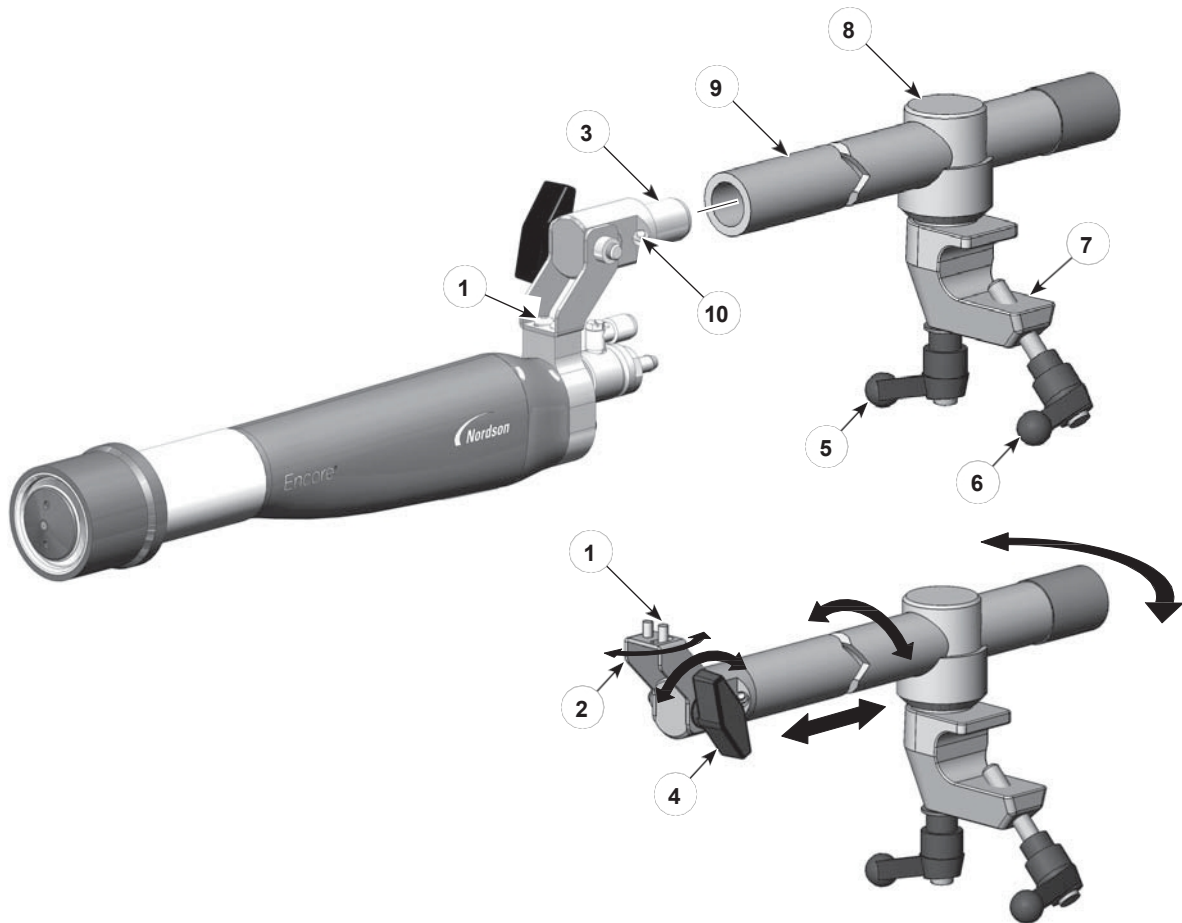
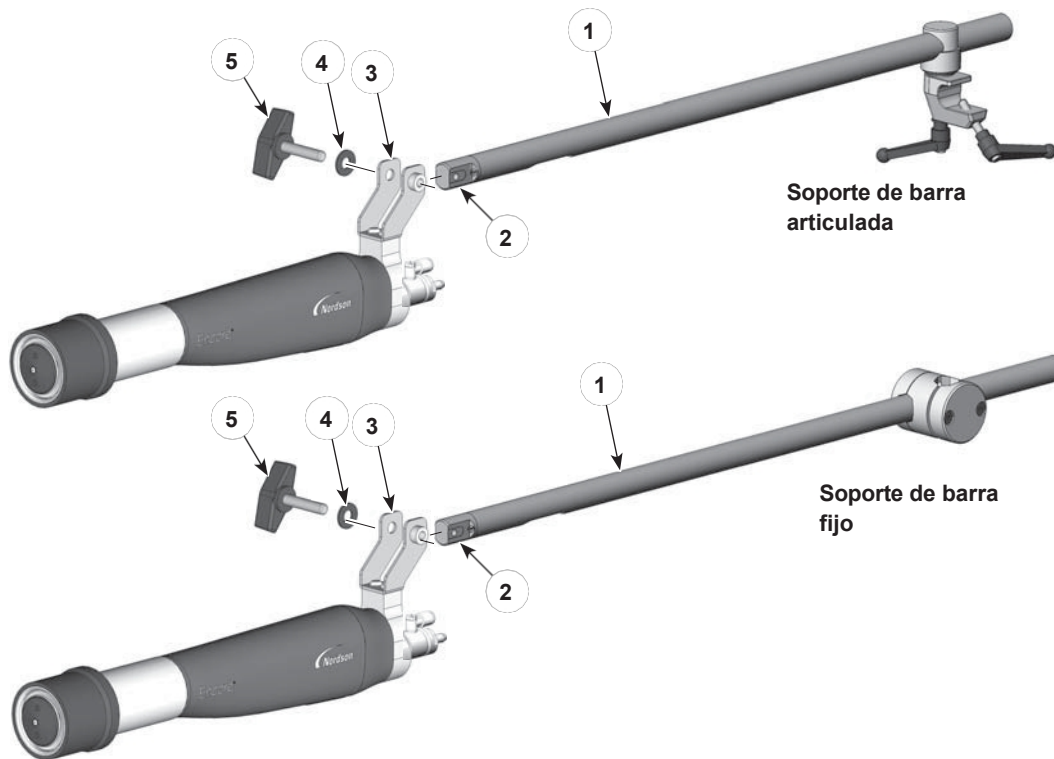
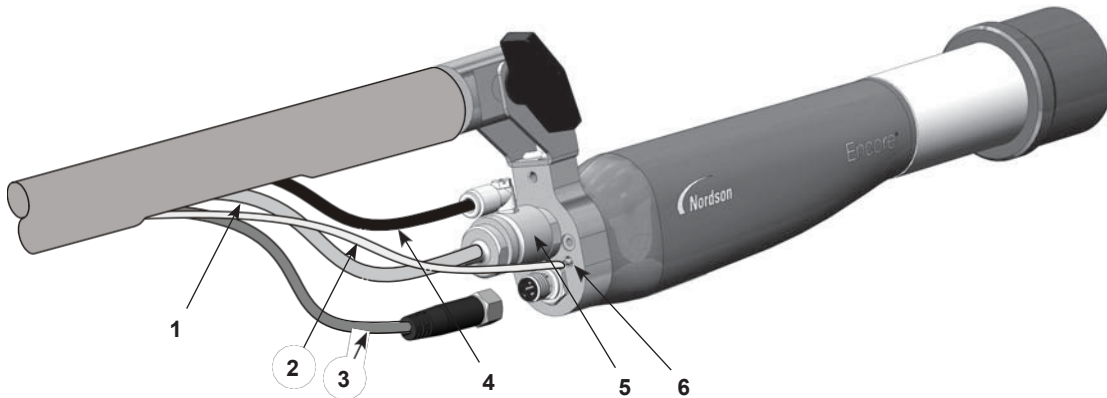

Figura 3-1 Montaje estándar de la pistola pulverizadora articulada con barra de montaje e
Figura 3-2 Kits opcionales de montaje de pistola pulverizadora en barra ()
Figura 3-3 Conexiones de la pistola pulverizadora – Boquilla cónica mostrada
1. Véase la figura 3-1. Instale el adaptador del tubo (3) en el extremo de la varilla de ajuste (9) y fíjelo apretando el tornillo de fijación (10) con una llave hexagonal de 4 mm.
- Para mover la punta de la pistola pulverizadora de lado a lado, afloje el tornillo de botón derecho (1).
- Para inclinar la punta de la pistola pulverizadora hacia arriba o hacia abajo, afloje la perilla de inclinación (4).
- Para girar la varilla de ajuste o deslizarla hacia delante o hacia atrás, afloje el mango de bloqueo (5).
2. Coloque la abrazadera (7) en una barra de montaje de 1 pulgada y apriete la manija de la abrazadera (6).
3. Agrupe la manguera de polvo, el tubo de aire de lavado del electrodo transparente de 4 mm y el cable de la pistola pulverizadora, y fíjelos a la varilla de ajuste con correas de velcro Nordson. Conéctelos a la pistola pulverizadora como se muestra en la Figura 3-3.
Véase la figura 3-2. Los kits opcionales de montaje en barra tienen varillas de ajuste de gran diámetro interior (1), a través de las cuales se pueden pasar la manguera de polvo, el tubo de aire y el cable de la pistola pulverizadora. El adaptador de tubo (2) suministrado con la pistola pulverizadora no se puede utilizar con estos kits. Debe sustituirse por el adaptador de tubo suministrado con los kits.
1. Desatornille y retire el pomo y la arandela (5, 4) del soporte de montaje de la pistola pulverizadora (3).
3. Deslice el extremo del adaptador de tubo opcional (2) en el soporte de montaje de la pistola pulverizadora y alinee el orificio del extremo del adaptador de tubo con los orificios del soporte de montaje de la pistola pulverizadora.
5. Véase la figura 3-3. Tire (en el orden siguiente) del cable de la pistola pulverizadora, el tubo de aire de lavado del electrodo transparente de 4 mm y la manguera de polvo a través del tubo de montaje del extremo y sáquelos por el recorte. Conéctelos a la pistola pulverizadora como se muestra en la figura 3-3.
Véase la figura 3-3.